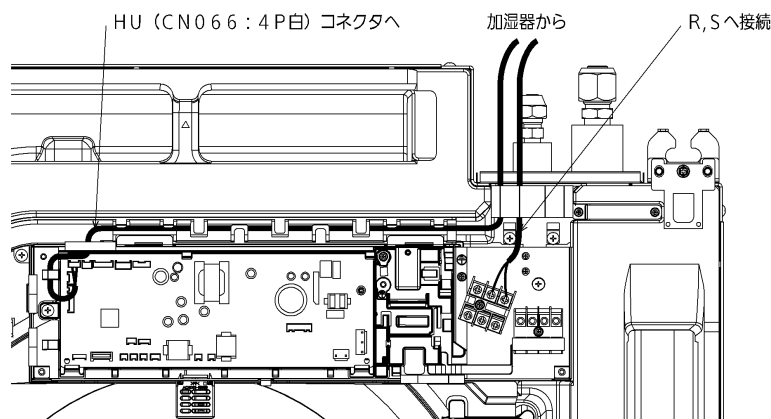

図12
2. 室内ユニット電装ボックスの蓋を開き、加湿器の電源線を3P端子板に接続します。(図12)
3. 加湿器信号線のソケットを室内コントロール基板の【HU (CN066:4P白)】コネクタに接続します。(図12)